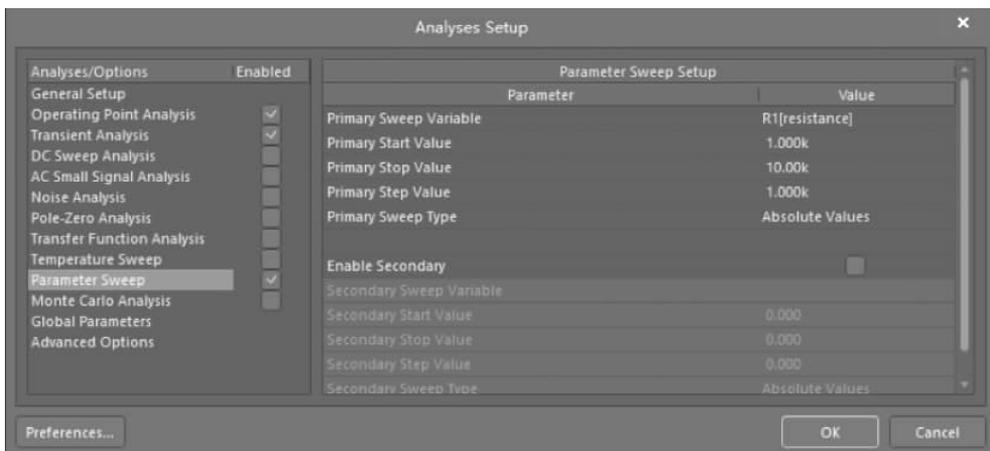

图 3-46 设置仿真参数界面 2
① 选中 Operating Point Analysis、Transient Analysis 和 Parameter Sweep 选项,执行直流工作点、瞬态分析和参数扫描功能。
② 将 Collect Data For 设置为 Active Signals/Probes。
③ 将 IN 和 OUT 添加到 Active Signals 栏中。
(3) 选择 Parameter Sweep 选项,出现如图 3-46 所示的 Parameter Sweep Setup(参数扫描设置)界面。按下面参数设置：